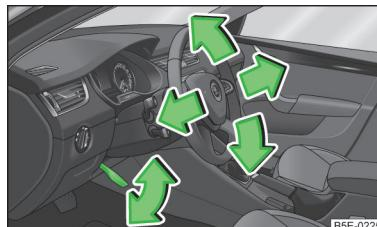

Fig. 114
- » Gire la palanca situada debajo del volante hacia abajo » fig. 114.